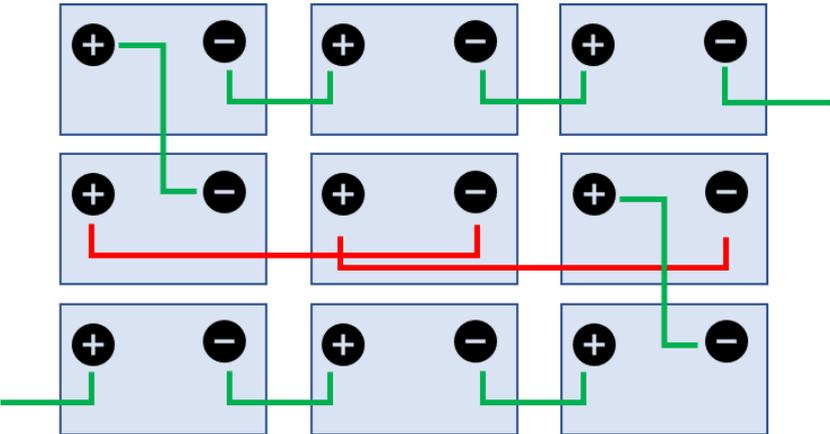

Abbildung 8: Verschaltungsskizze
- Für die Versträngung muss in jeder zweiten Reihe ein Zwischenkabel an das Ende geführt werden. Die rot gekennzeichneten Verbindungen in der Verschaltungs-skizze (Abbildung 8) können nur mit Zusatzkabeln realisiert werden. Die grünen Verbindungen sind mit den Kabeln der Solarmodule möglich.